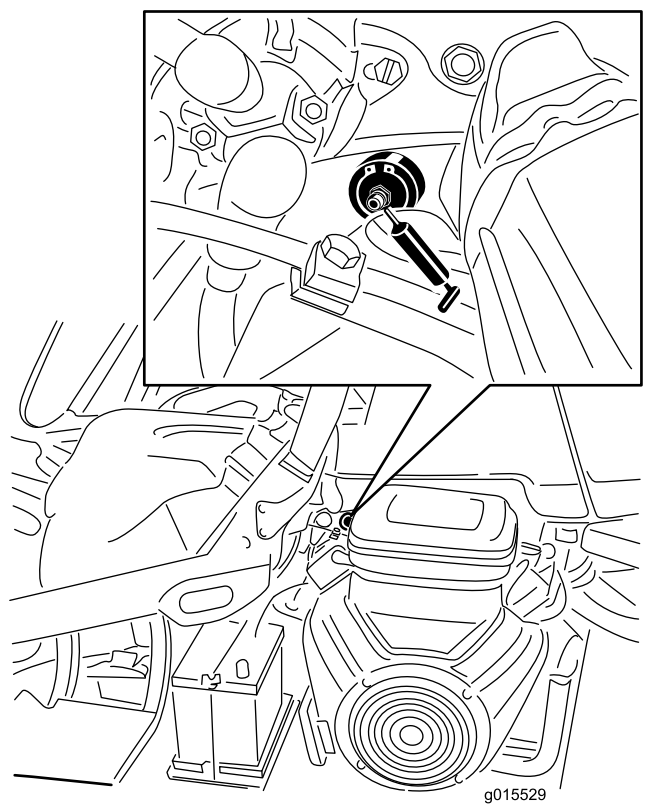

Figura 26
1. Limpe o copo de lubrificação para impedir a infiltração de resíduos nas bielas e buchas (Figura 26).